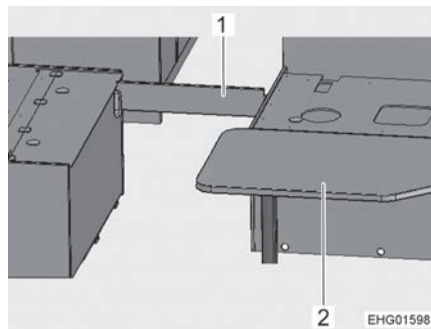

Bild 145 Während des Umbaus
- Tisch (Bild 145,2) zum Bettunterbau umbauen (siehe Abschnitt 6.7).
- Stützbretter (Bild 145,1) anbringen.